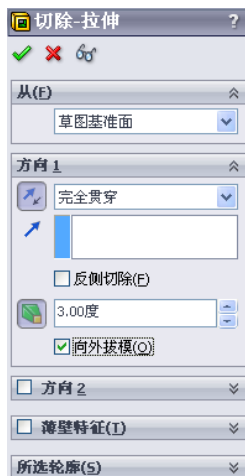
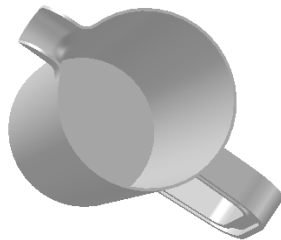

图 6-143 “切除-拉伸”属性管理器
图 6-144 把手切除结果
(13) 绘制扫描截面。在视图选择水壶的内底面作为绘制图形的基准面。单击“草图”工具栏中的（转换实体引用）按钮，将底面边线转换为草图。
(14) 切除把手。选择菜单栏中的“插入”→“切除”→“拉伸”命令，或者单击“特征”工具栏中的（切除拉伸）按钮，此时系统弹出“切除-拉伸”属性管理器。设置终止条件为“完全贯穿”，单击（拔模）按钮，输入拔模角度“3 度”，勾选“向外拔模”复选框，如图 6-143 所示，然后单击属性管理器中的（确定）按钮，结果如图 6-144 所示。